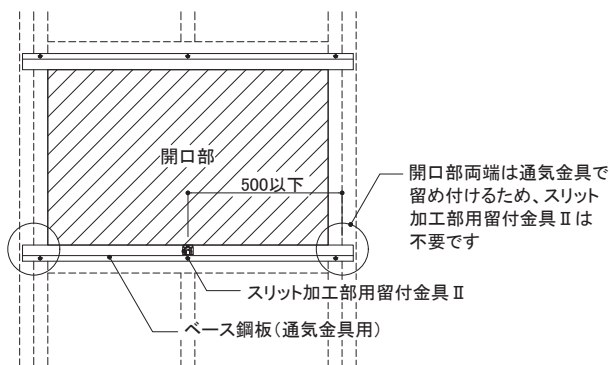

図3 スリット加工部用留付金具Ⅱの施工位置
- スリット加工部用留付金具Ⅱをツメが上がった状態で、開口部下のベース鋼板に500mm以下の間隔で専用ビス(ステンレステクスネジφ4.5mm×10mm)を用いて留め付けてください。(図3、4、5参照)